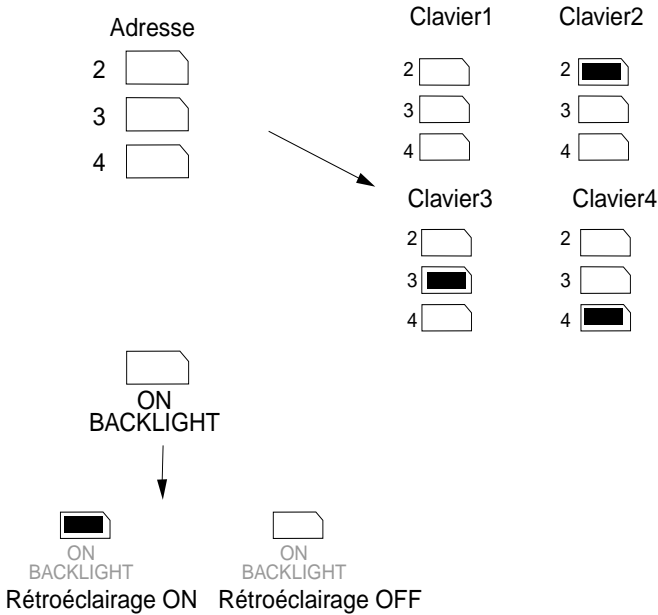

Figure 10. Adressage clavier
La centrale 9750 est fournie avec un clavier déporté. Dans le cas où plusieurs claviers sont installés, il est alors nécessaire d'attribuer une "adresse" différente à chacun. Les cavaliers LK2 à LK4 définissent l'adressage du clavier, comme l'indique la Figure 10.
En sortie d'usine de la centrale, la fonction "rétroéclairage clavier" est activée (ON). Afin d'inhiber ce rétroéclairage, retirer le cavalier de la position "ON BACKLIGHT" (Rétroéclairage ON), comme l'illustre la Figure 10.